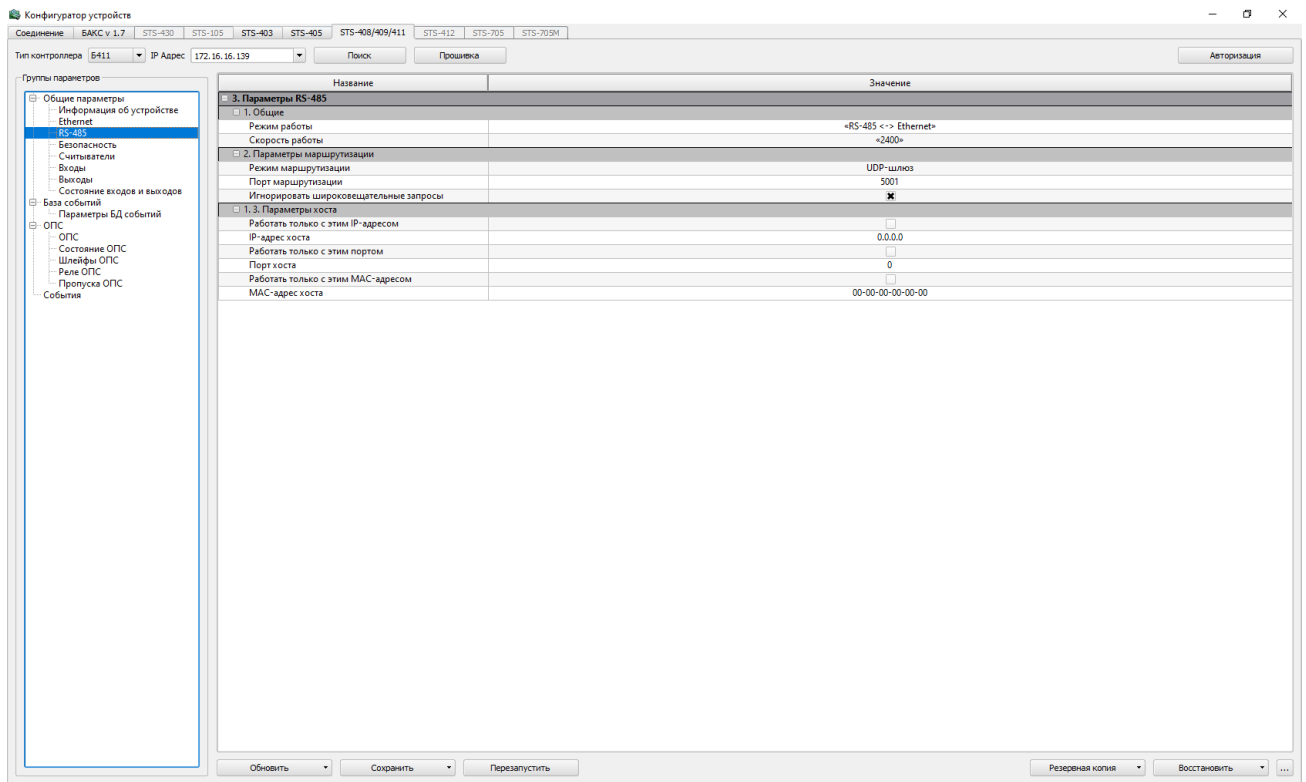

Рисунок 10 – RS-485
На нижней панели окна (рисунок 10) представлены кнопки, где:
– RS-485 – здесь содержится информация о параметрах шины RS-485 (рисунок 10).